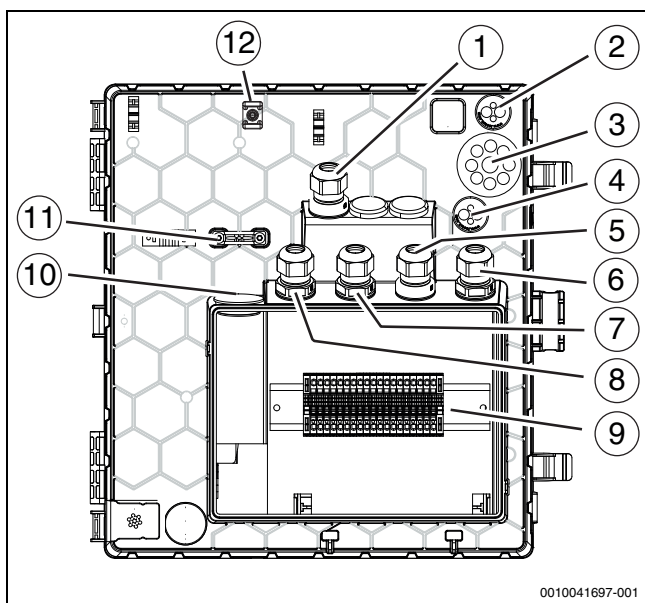

Bild 27 Kabeldurchführungen zum Klemmenkasten
3. Kabel in den Klemmenkasten führen (→Abbildung 27).
Bei Kabeldurchführungen (→ Abbildung 27 [2], [3], [4], [10]) genügt ein kleiner Einstich in die Membran, dann können die Leitungen durchgeschoben werden.
- Nach dem Einführen der Kabel die Kabelverschraubungen festziehen (→ Abbildung 27 [1], [5], [6], [7], [8]).
- Die festgelegten Befestigungspunkte [12] für die Befestigung der durch die Einführungen geführten Kabel verwenden (→ Abbildung 27 [2], [3], [4]).